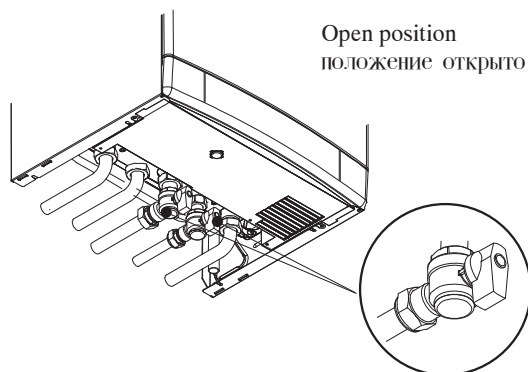

Fig. 6-1
- 2 Open the gas cock 14 (Fig. 6-1) on the appliance and check the gas connector on the appliance for leaks.
- 2 Откройте газовый кран 14 (рис. 6.1) на устройстве и проверьте подключение на отсутствие утечек.
- 2 Open the cold water inlet cock 13 (Fig. 6-1).
- 2 Откройте кран подачи холодной воды 13 (рис. 6.1).